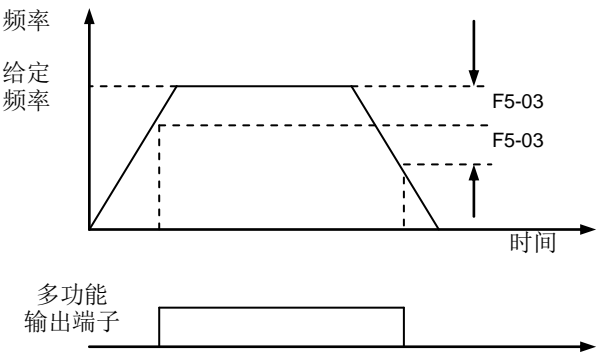

图 6-10 频率到达宽度
- 设定输出频率到达给定频率的检出宽度，如图 6-10 所示。